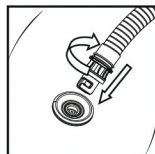

Abbildung 2
- Install the other end of the hose into the supporting air tap of the air bag (step(1) in Figure 2), and twist clockwise to tighten it, and then insert the inflation valve of the air bag and twist clockwise to fix it (step(2) in Figure 2).
(Figure 2)
- Installieren Sie das andere Ende des Schlauchs im Stützlufthahn des Airbags (Schritt (1) in Abbildung 2) und drehen Sie ihn im Uhrzeigersinn, um ihn festzuziehen. Setzen Sie dann das Füllventil des Airbags ein und drehen Sie ihn im Uhrzeigersinn, um ihn zu befestigen (Schritt (2) in Abbildung 2).